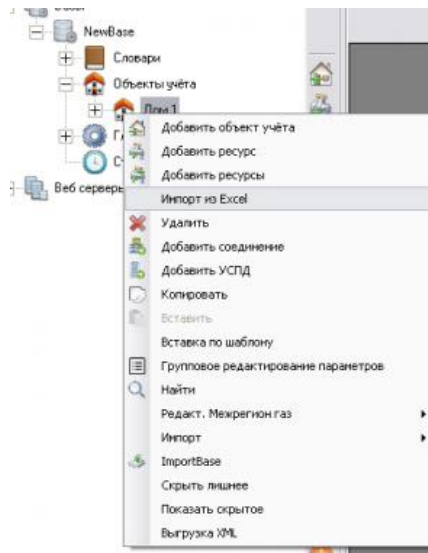

Рисунок 53. Выбор меню «Импорт из Excel»
5. Затем, нажав правой кнопкой мыши на базу, вызываем соответствующее подменю, где выбираем пункт «Импорт из Excel» (рисунок 53).